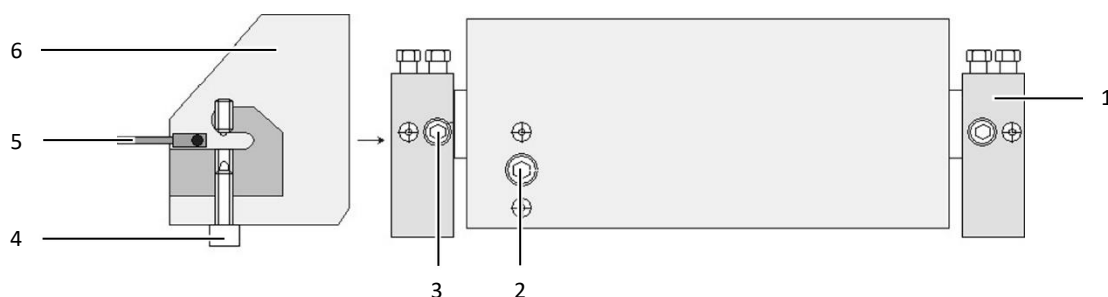
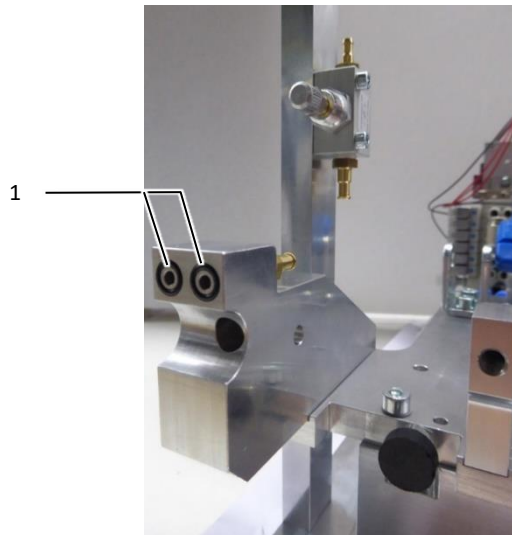

Fig. 11 : unité d'outils en position initiale
Fig. 12 : joints toriques sur la barre de fixation
- Unité d'outils (fig. 11, pos. 6) en position initiale.
- Dévisser la vis de serrage (fig. 11, pos. 2) d'env. 5 tours.
- Desserrer les vis de fixation (fig. 11, pos. 3) et ôter l'unité d'outils.
- Vérifier la position des quatre joints toriques (fig. 12, pos. 1) sur la barre de fixation (fig. 11, pos. 1).